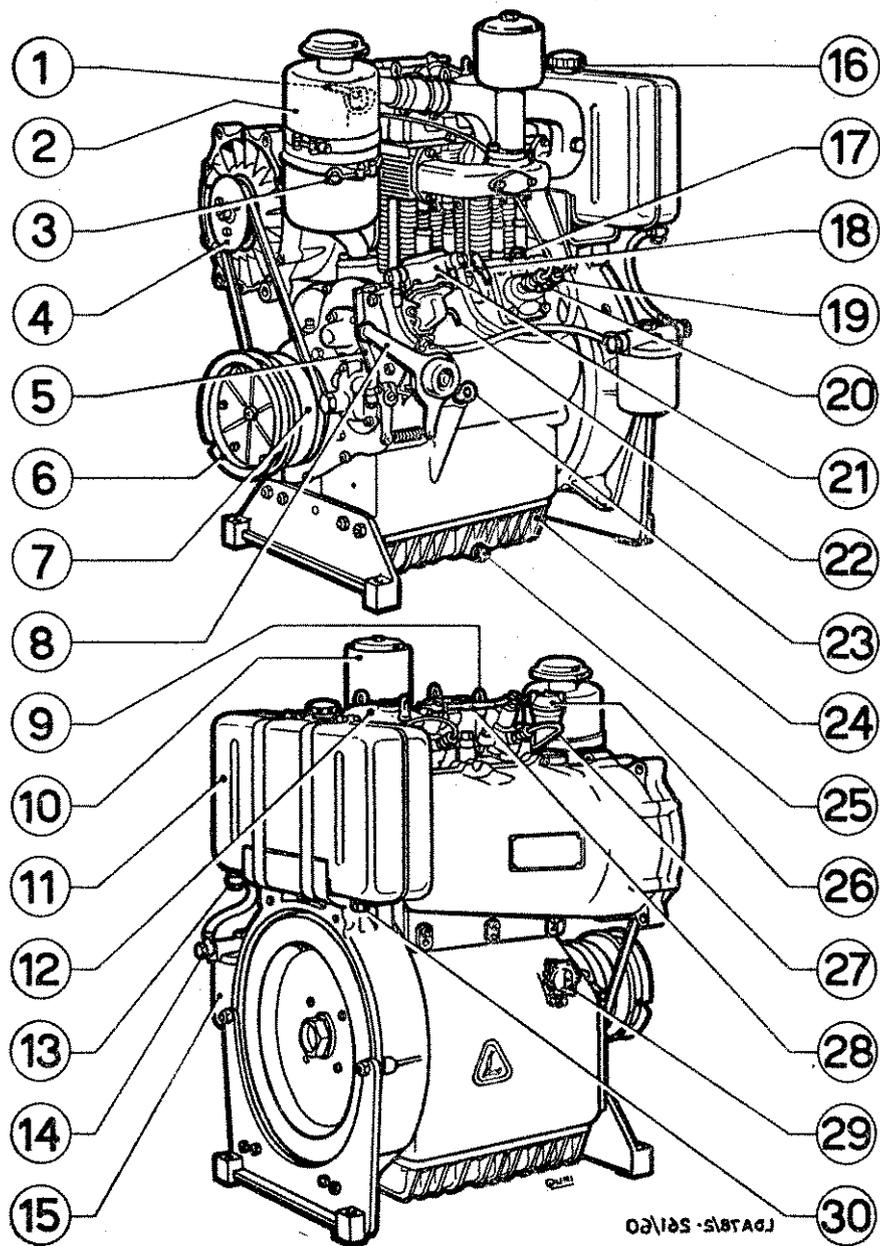

Fig. 6
PREPARAZIONE PER LA MESSA IN MOTO (Fig. 6)
ILLUSTRAZIONE DEL MOTORE (Fig. 6 - pag. 12)
Per disaerare la pompa: (fig. 6).
d) Dare alcune pompe con la levetta 22) della pompa d'alimentazione, (fig. 6) in modo da far scorrere il combustibile fino a che non uscirà privo di bollicine d'aria.
- 3) Avvolgere la funicella sulla puleggia avviamento 6) (Fig. 6) e mettere in rapida rotazione il motore.